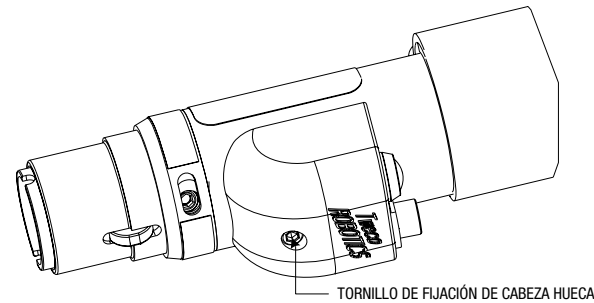

Figura 3-8: Desarmado del Alojamiento del Interruptor de Avance Lento
- (c) Retirar el tornillo de cabeza hueca ubicado en el alojamiento moldeado del interruptor de avance lento. Una vez que el alojamiento esté suelto y pueda ser retirado de la cubierta del manguito delantero, separar las dos conexiones eléctricas que quedan expuestas. Consultar la Figura 3-8.